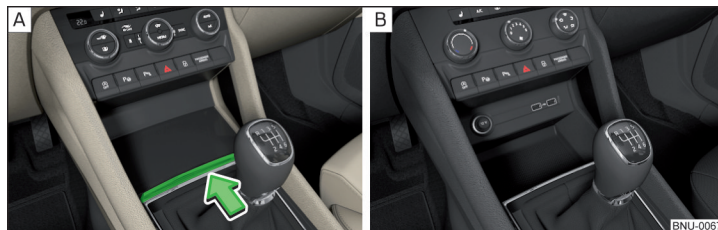

Fig. 104 Deschiderea compartimentului de depozitare/Compartimentul de depozitare neblocabil
- Pentru **deschidere**, apăsați bagheta în sensul săgeții » fig. 104 - **A**.
Anumite variante de model nu dispun de capac la compartimentul de depozitare » fig. 104 - **B**.